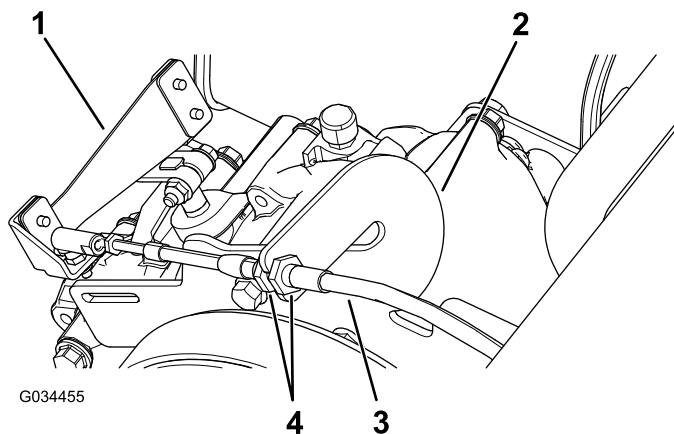

图 57
2. 在 3 个不同位置之间转动换挡选择器测试换挡位置并检查换挡时换挡控制杆图 57 能否适当转动请参阅 换挡控制杆和换挡指示器 \(页码 11\)。
1. 拧松换挡拉索上的锁紧螺母必要时进行调整图 57。